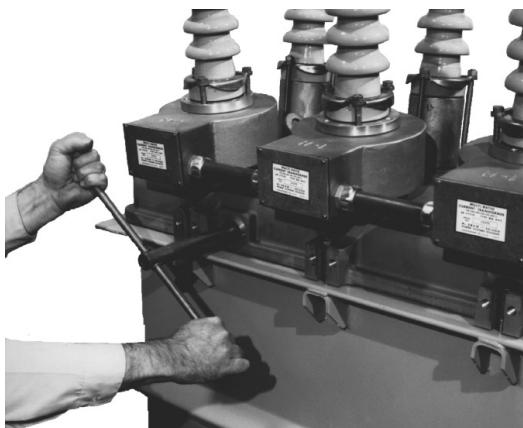

Figura 43.
2. Inserte la herramienta tipo T de cierre (accesorio opcional) en la abertura y engáncela en el pasador del eje de cierre (Figura 43).